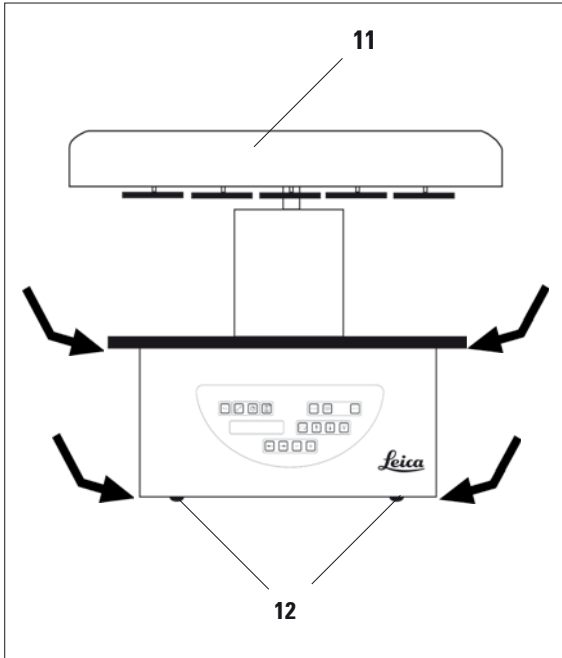

Abb. 11
- Gerät zum Hochheben an der Plattform für die Reagenzienbehälter oder unten am Gehäuse fassen (**Abb. 11**) und von der Grundplatte (**8**) heben.